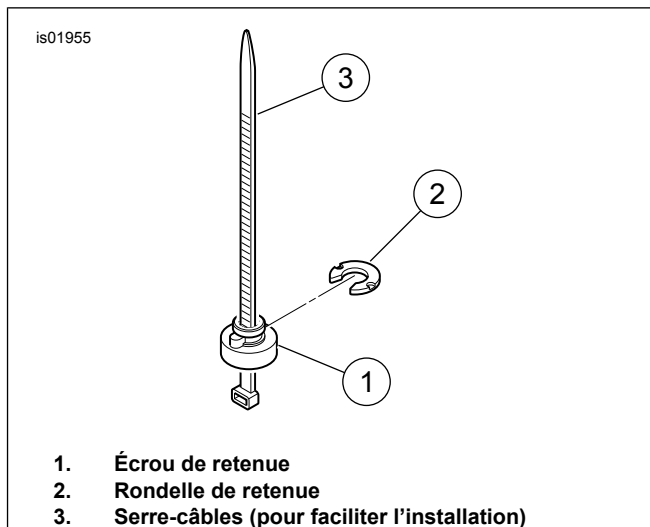

Figure 2. Pose de l'écrou de retenue
- a. Voir Figure 2. Placer l'écrou de retenue (1) sur le serre-câbles (3) pour que l'extrémité large de l'écrou repose sur l'œil du serre-câbles.
- d. Avec l'arête de l'écrou de retenue installée dans l'encoche du trou de garde-boue, glisser la rondelle de retenue (2) en position à partir de l'arrière pour bloquer l'écrou de retenue en position. Déposer le serre-câbles.